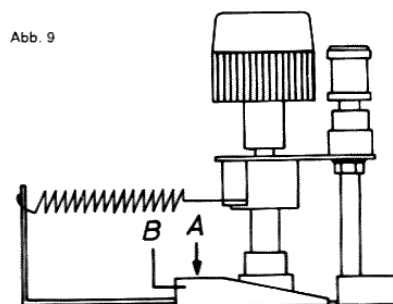

Abb. 9
5.2 Höheneinstellung des Bandzugreglers (siehe Abb. 9)